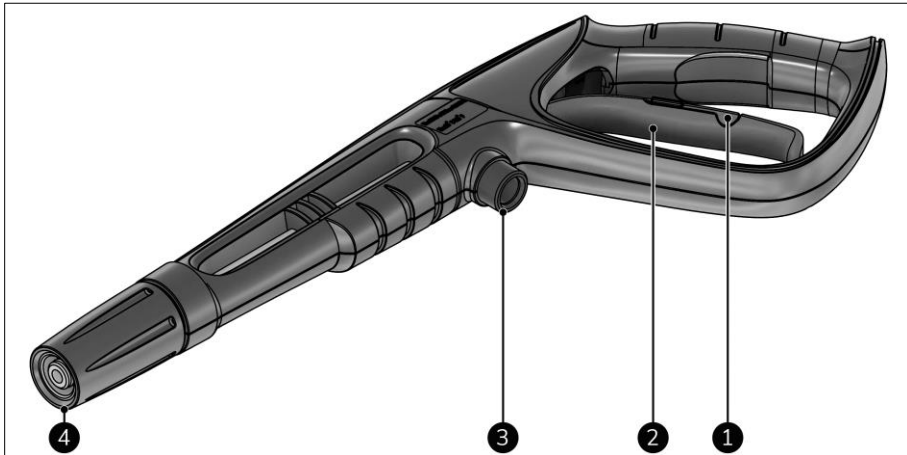

Figure 7
1. Assurez-vous que le verrouillage de sécurité est bloqué (figure 7, pos. 1).
3. Débloquez le verrouillage de sécurité sous la gâchette (figure 7, pos. 1).
4. Appuyez sur la gâchette (figure 7, pos. 2) pendant plusieurs secondes pour évacuer l'air du tuyau.
3. Appuyez sur la gâchette (figure 7, pos. 2) et commencez à nettoyer.
1. Le cas échéant, relâchez la gâchette (figure 7, pos. 2).
2. Bloquez le verrouillage de sécurité sous la gâchette (figure 7, pos. 1).